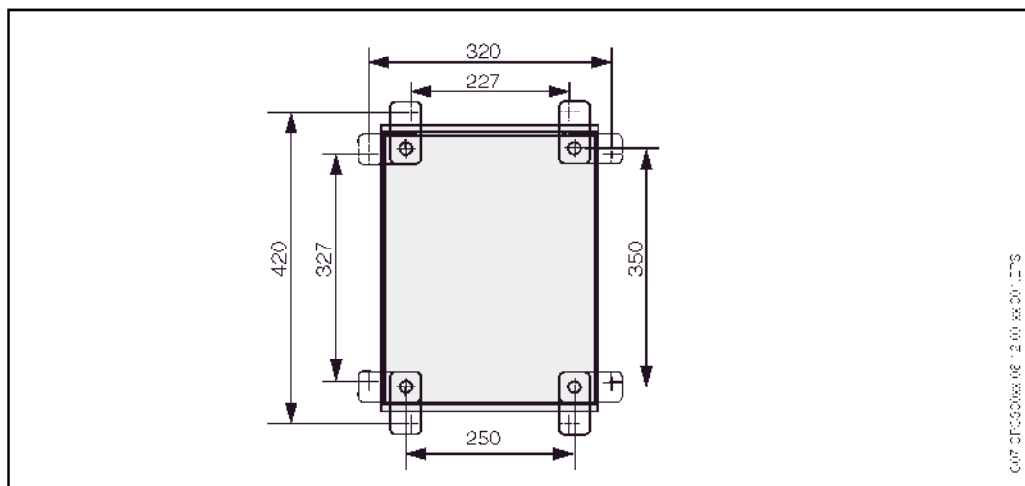

Fig. 8 : Montage de l'unité de commande CPG 300 avec kit de montage mural (compris dans la livraison)
1. Percer des trous selon fig. 8.